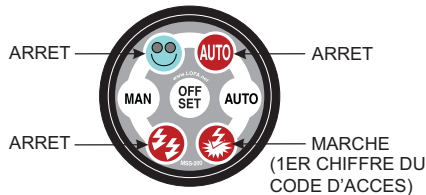

Figure 35. 1er chiffre du code d'accès
3. Appuyez sur le bouton **OFF / SET** (Figure 35) cela saisira la valeur zéro pour le 1er chiffre du code d'accès dans le contrôleur.